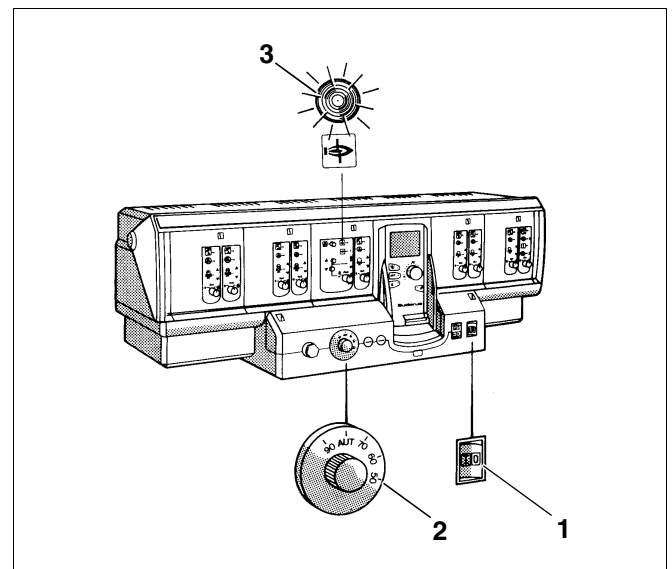

Fig. 1 Aparat reglare de ex. Logomatic 4311
- Deschideți copertina transparentă (Fig. 1).
- Reglați comutatorul FUNCȚIONARE (Fig. 1, **Poz. 1**) pe poziția I (deschis).
- Regulatorul de temperatură a apei cazanului (Fig. 1, **Poz. 2**) trebuie poziționat pe AUT (temperatura exterioară; setată din fabrică).
- Reglați comutatorul FUNCȚIONARE (Fig. 1, **Poz. 1**) pe poziția 0 (închis).
Deranjamentele vor fi semnalizate la arzător prin semnale luminoase iar la aparatul de reglare acestea (Fig. 1, **Poz. 3**) vor fi afișate pe display.